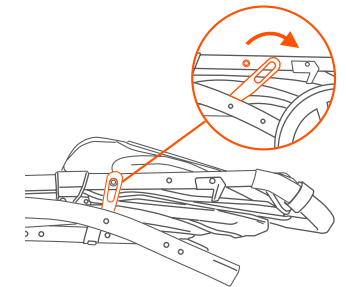

Fig. 1a
1) • Release the fold latch (Fig. 1a).
• Suelte el pestillo para plegar. (Fig. 1a).
- Déverrouillez le levier de desserrage (Fig. 1a).